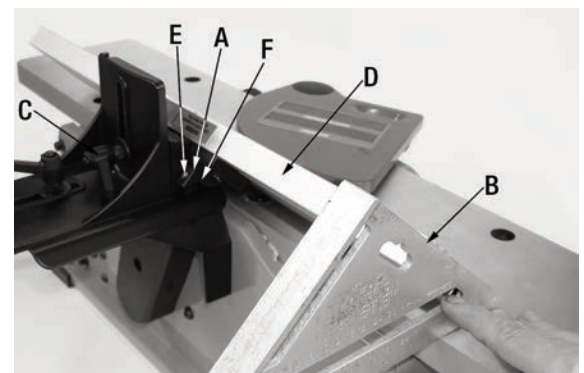

FIGURE 11
- 1) Avec le guide réglé à 45° contre l'arrêt positif 45° (A) Fig.11, placez une équerre (B) sur la table contre le guide tel que montré. Si le guide n'est pas à 45° de la table selon l'équerre, un ajustement de l'arrêt est requis.
- 2) Desserrez la poignée de verrouillage de l'inclinaison du guide (C).
- 3) Positionnez le guide (D) à 45° de la table selon l'équerre.
- 4) Tenez le guide en place et ensuite ajustez la vis sans tête (E) de l'arrêt positif 45° jusqu'à ce qu'elle touche le support du guide (F).